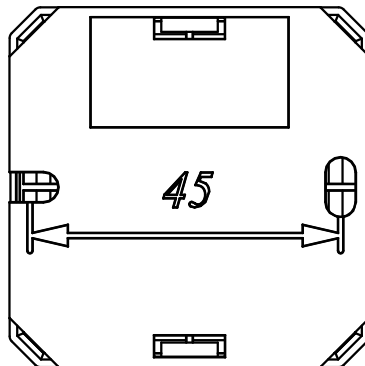

Рисунок 4
- разметить и просверлить в месте установки изолятора шлейфа два отверстия под шуруп диаметром 4 мм (рисунок 4);